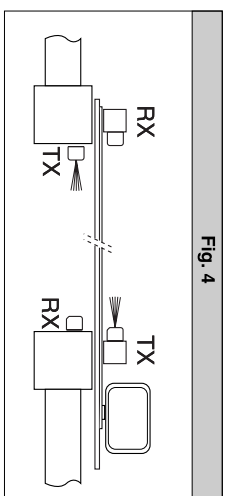

Fig. 4
- To connect more than one pair of photocells, connect the contacts of each RX receiver in series (fig. 4).
- Si on doit installer deux couples de cellules photoélectriques rapprochées, croiser les positions RX-TX (fig. 4).
- Pour connecter plusieurs couples de cellules photoélectriques, mettre les contacts de chaque récepteur RX en série entre eux (fig. 4).
- Bei der Installation zweier einander angrenzender Fotozellenpaare kreuzen Sie die Positionen RX-TX (Abb. 4).
- Wenden mehrere Fotozellenpaare angeschlossen, so schalten Sie die Kontakte der einzelnen Empfänger RX untereinander in Serie (Abb. 4).
- En el caso de instalación de dos pares de fotocélulas cercanos, cruce las posiciones RX-TX (fig. 4).
Para conectar varios pares de fotocélulas, coloque los contactos de cada receptora RX en serie entre sí (fig. 4).
La alineación correcta entre las fotocélulas se obtiene cuando el indicador luminoso de la receptora RX (fig. 4) se enciende y queda encendido incluso después de haber montado la tapa con lente de concentración. Si hubiera un obstáculo entre la fotocélula receptora RX y la transmisora TX, el indicador luminoso se apaga y abre el contacto.
- No caso de instalação de dois pares de fotocélulas próximas, cruze as posições RX-TX (fig. 4).
Para ligar vários pares de fotocélulas, coloque os contactos de cada receptor RX em série entre eles (fig. 4).